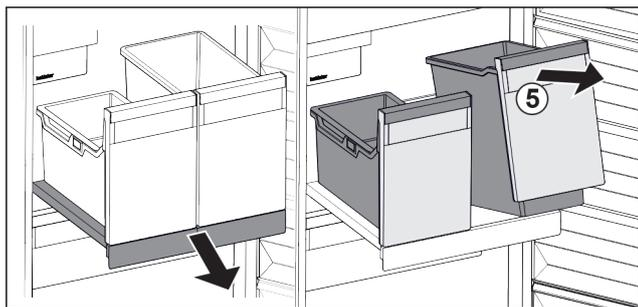

Fig. 99
- ▶ Sollevare il contenitore Fig. 99 (5) dal lato anteriore.